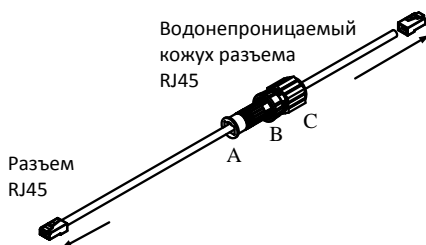

Рис. 3
3. Установите водонепроницаемый кожух разъема (A, B и C) на Ethernet-кабель. См. Рис. 3.
5. Установите разъем (A) на разъем RJ-45, подключенный к порту DATA IN. См. рис. 3.
6. Установите кожух (B) на разъем и винт (только с помощью ручной затяжки). См. рис. 3.
7. Установите кожух (C) на разъем и винт (только с помощью ручной затяжки). См. рис. 3.